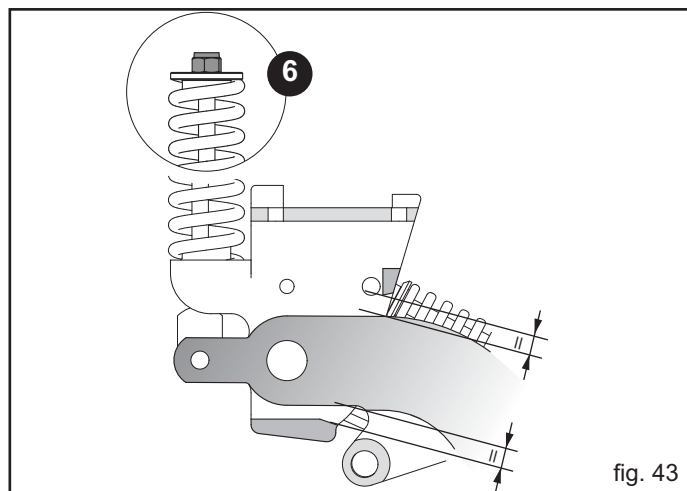

fig. 43
- 3) Prüfen Sie, dass sich das Säaggregat gegenüber den oberen und unteren Scharanslag in der mittleren Position befindet (Abb. 43).
- 4) Eventuell alle Trimmungsfedern durch die Mutter (6, Abb. 43) einstellen bis die Position im Punkt 3) beschrieben, erreicht wird.